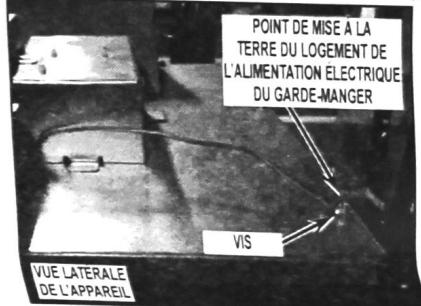

FIGURE 9
11. Retirer la vis du sommet du couvercle du condenseur et s'en servir pour fixer le fil de terre du logement de l'alimentation électrique du garde-manger comme illustré à la Figure 9.